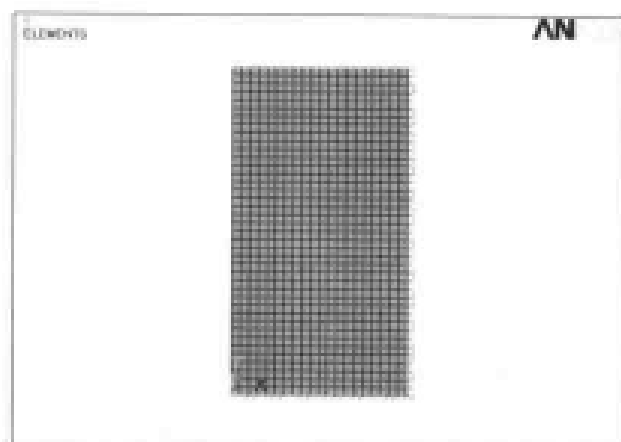

图 9-20 加载后的结果显示
(6) 选择 Utility Menu | Select | Everything 命令。
(7) 选择 Utility Menu | Select | Entities 命令, 出现 Select Entities 对话框, 在第 1 个下拉列表框中选择 Lines 选项, 在第 2 个下拉列表框中选择 By Num/pick 选项, 在第 3 个选项组中选中 From Full 单选按钮, 单击 OK 按钮, 出现 Select lines 对话框, 在文本框中输入 3, 单击 OK 按钮关闭该对话框。
(8) 选择 Utility Menu | Select | Entities 命令, 出现 Select Entities 对话框, 在第 1 个下拉列表框中选择 Nodes 选项, 在第 2 个下拉列表框中选择 Attached to 选项, 在第 3 个选项组中选中 Lines,all 单选按钮, 单击 OK 按钮关闭该对话框。
(9) 选择 Main Menu | Solution | Define Loads | Apply | Thermal | Temperature | On Nodes 命令, 出现 Apply TEMP on Nodes 菜单, 单击 pick all 按钮, 出现 Apply TEMP on Nodes 对话框, 在 Lab2 DOFs to be constrained 列表框中选择 TEMP 选项, 在 VALUE Load TEMP value 文本框中输入 100, 单击 OK 按钮关闭该对话框。
(10) 选择 Utility Menu | Select | Everything 命令。
(11) 选择 Utility Menu | Plot | Replot 命令, 加载后的结果如图 9-20 所示。